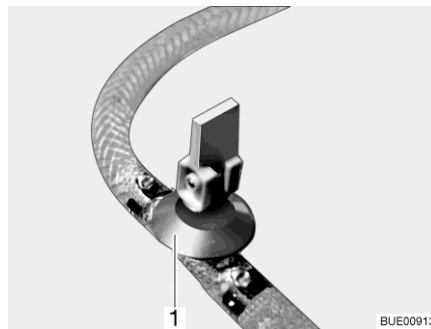

Bild 241 Avtappningskran
- Stäng avtappningskranen/avtappningskranarna. Ställ vipparmen (Bild 241,1) i vågrätt läge.
- Öppna avtappningskranen/avtappningskranarna (Bild 241). Ställ vipparmen (Bild 241,1) i lodrätt läge. Varmvattenberedaren töms utåt.